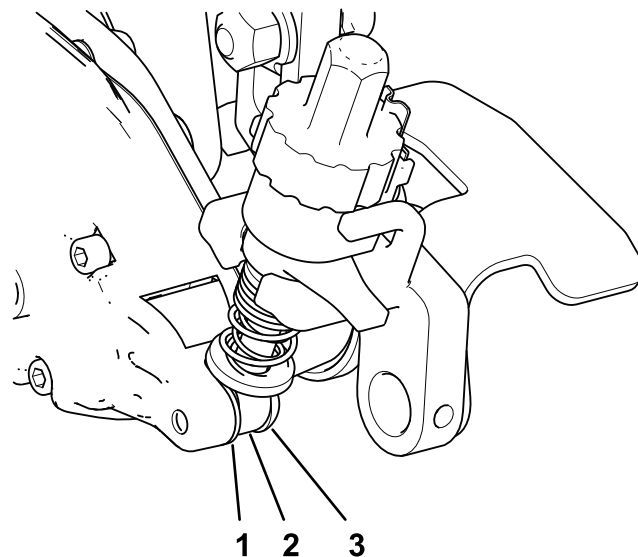

Figure 22
4. Côté boîtier d'entraînement du groomer, positionnez la tige du bras de réglage du support de hauteur de coupe à l'intérieur du boîtier d'entraînement du groomer et fixez-la avec un boulon à épaulement et une rondelle en acier trempé, comme illustré Figure 22 ; serrez le boulon à épaulement à un couple compris entre 16 et 22 N m.